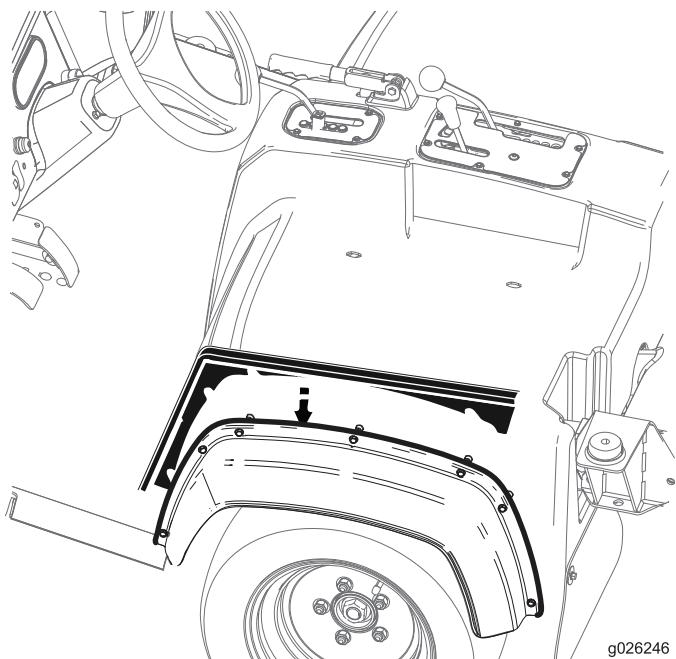

Bild 24
- Schieben Sie die Seitenplatten zwischen die Sitzabdeckungen und die seitlichen Kotflügel, wie in Bild 24 abgebildet.